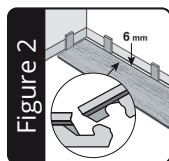
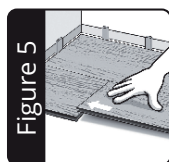
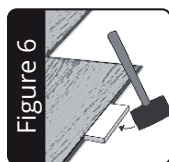
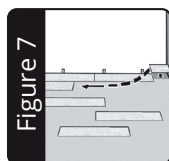

Figure 2
Figure 5
Figure 6
Figure 7
2. Die Verlegung sollte in einer Ecke begonnen werden (linksseitig) und mit der Nut zur Wand. Beachten Sie einen Randabstand von 6 mm, um Bewegungen des Unterbodens auszugleichen (Abbildung 2).
6. Rasten Sie das Panel dann eng an der ersten Reihe (lange Seite) mit einem Einbringwinkel von 10-20 Grad ein. Das zweite Panel verbinden Sie durch Einrasten an der langen Seite und anschliessendes Schieben zur kurzen Seite des ersten Paneels. Üben Sie dann einfach einen leichten Druck aus. Siehe Abbildung 5. Verwenden Sie gegebenenfalls auch einen Schlagklotz und einen Gummihammer an den langen Seiten um sicherzustellen, dass die Paneele eng miteinander verbunden sind. Siehe Abbildung 6.
ANMERKUNG: Achten Sie beim Kürzen von RIGID SPC Paneelen darauf, dass Sie immer die kurze Seite mit der Feder abschneiden (Abbildung 2). Das verbleibende Stück kann dann am anderen Raumende verwendet werden um die Reihe abzuschliessen (Abbildung 7), sofern die Grundfläche dies zulässt.
2. Installation should start in a corner (left hand) and proceed from the wall with the tongue facing the wall. Allow a minimum gap of 6 mm for subfloor movement which can be covered by molding (Figure 2).
6. Attach the plank tightly against the first row (long side) again at a 10-20 degree angle. Then attach the second plank by connecting the long side to the first row and sliding it up to the short end of the first plank. Then simply drop and press. See Figure 5. If necessary, use a tapping block and mallet on the long seams to ensure a nice tight fit. See Figure 7.
Note: When cutting Strong SPC for length, be sure to always cut the short side of the plank with the groove edge (Figure 2). The remaining piece can then be used on the opposite side of the room, at the end of that row (Figure 7) if layout permits.